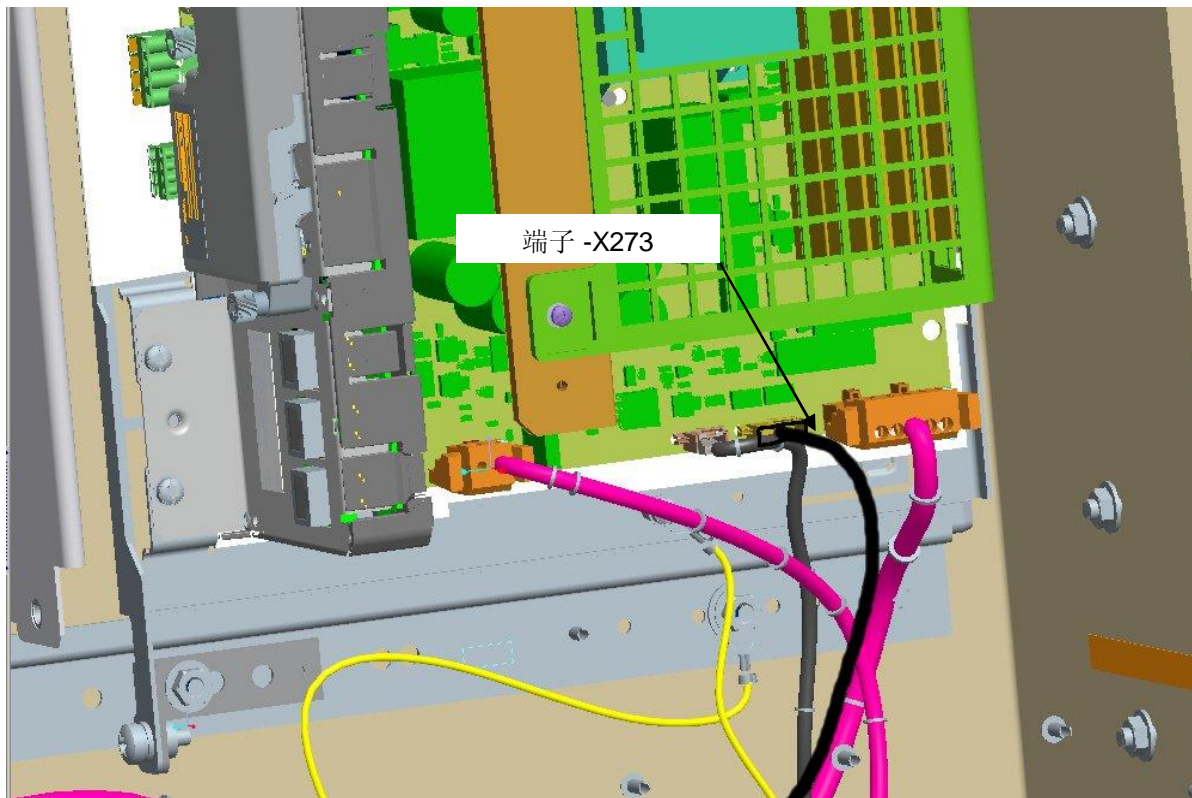

图. 3: CIM 模块上端子-X273 电缆接线
3. 把接触器反馈信号电缆接至 CIM 模块上的端子-X273 上（见图 3）。